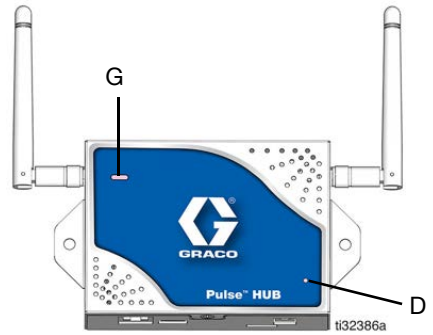

ABB. 5
Nach der Montage des HUB prüfen, ob die Betriebsanzeige (D) (ABB. 5) auf ON steht und der HUB ordnungsgemäß funktioniert.
Der Status der Pulse Fluid Management Software wird über die HUB Statusleuchte (G) (ABB. 5) angezeigt. Die folgende Tabelle mit den HUB-Statusanzeigen zeigt die Diagnosedefinitionen.